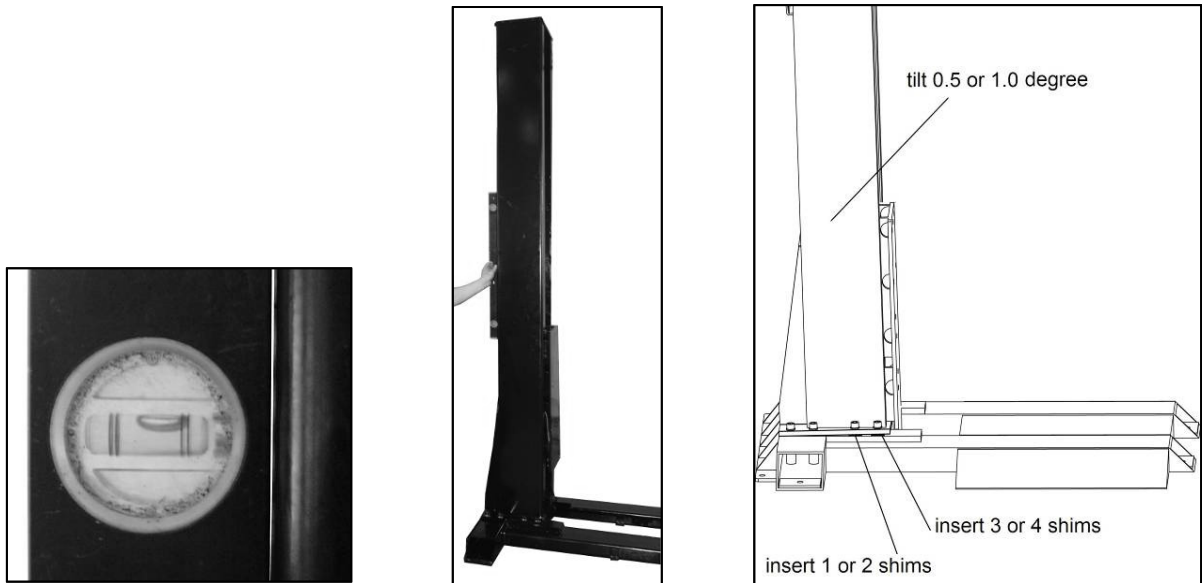

Figure : 5-A, B, C, D Mise en place de la colonne (2)
- 5) Pour que la colonne reste verticale lorsque des véhicules y sont garés, des cales ont été soudées à la base de la colonne. L'angle d'inclinaison est compris entre 0,5 et 1,0. (Fig. 5-A, B, C)